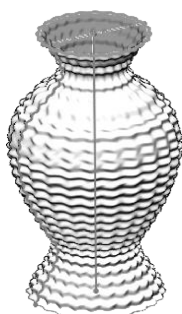

图 4-124 创建平面区域
- 13 利用【平面区域】工具，创建平面区域，如图4-124所示。